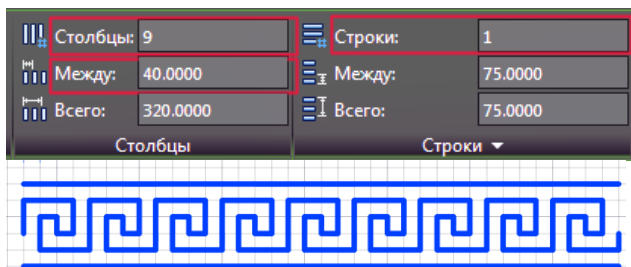

Рис. 9
3. Вибрати інструмент "Прямоугольный массив" і виділити зразок узору натиснувши Enter. Задати необхідні параметри кількості стовпців – 9 і рядків – 1 а також відстань між копіями еталону узору – 40 мм. (рис. 9.)